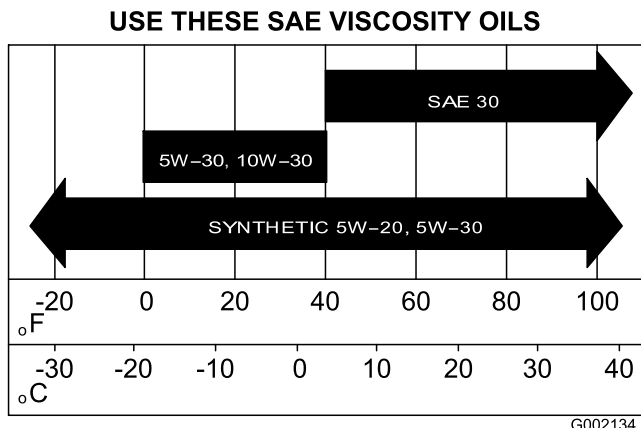

Figura 31
5. Umpleți carterul cu uleiul specificat (Figura 31).